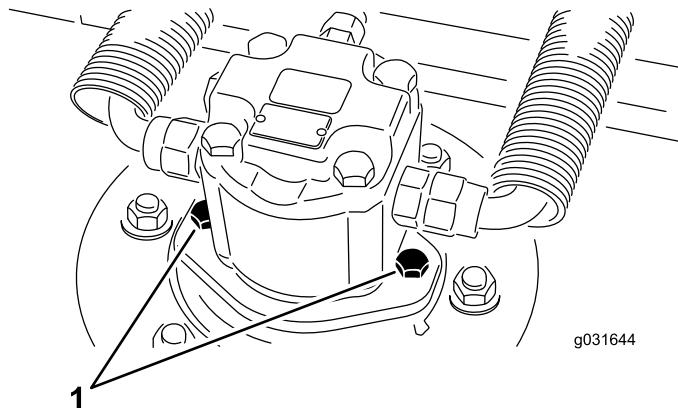

Рисунок 68
2. Выверните крепежные винты гидромотора, отсоедините и снимите гидромотор с режущего блока (Рисунок 68).
- Установите гидромотор на режущий блок при помощи крепежных винтов гидромотора (Рисунок 68).